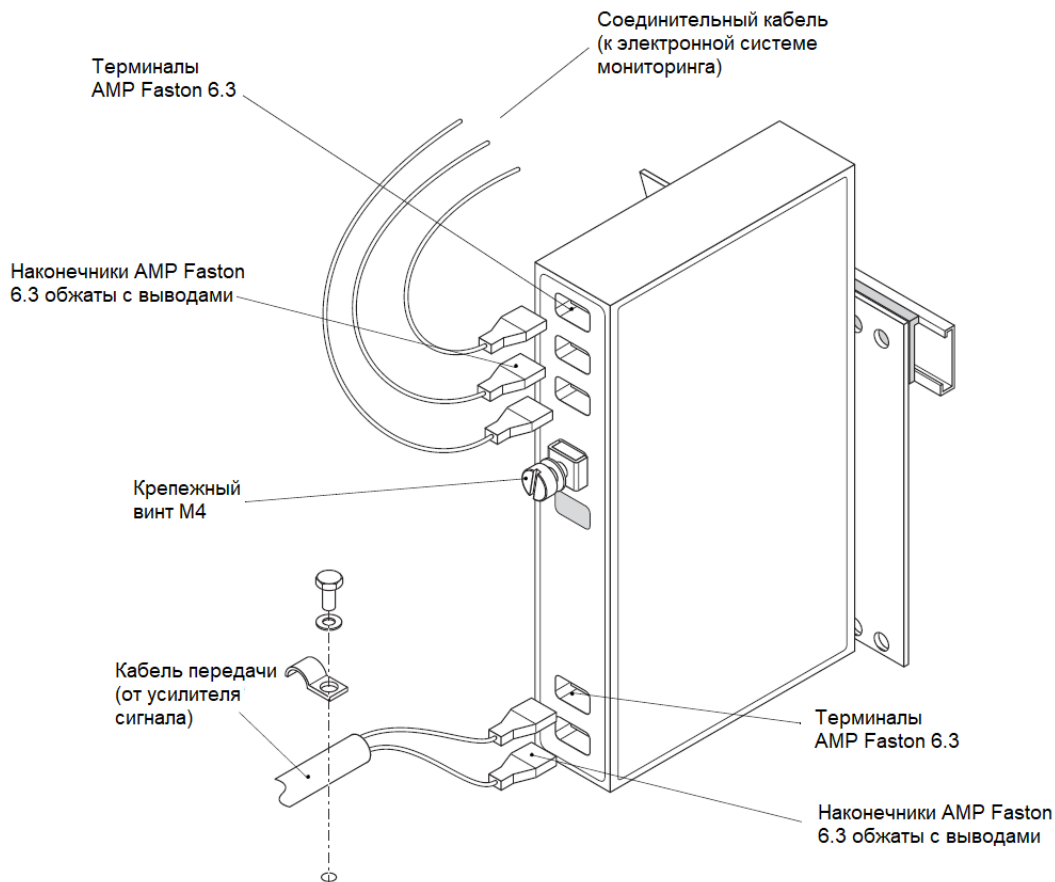
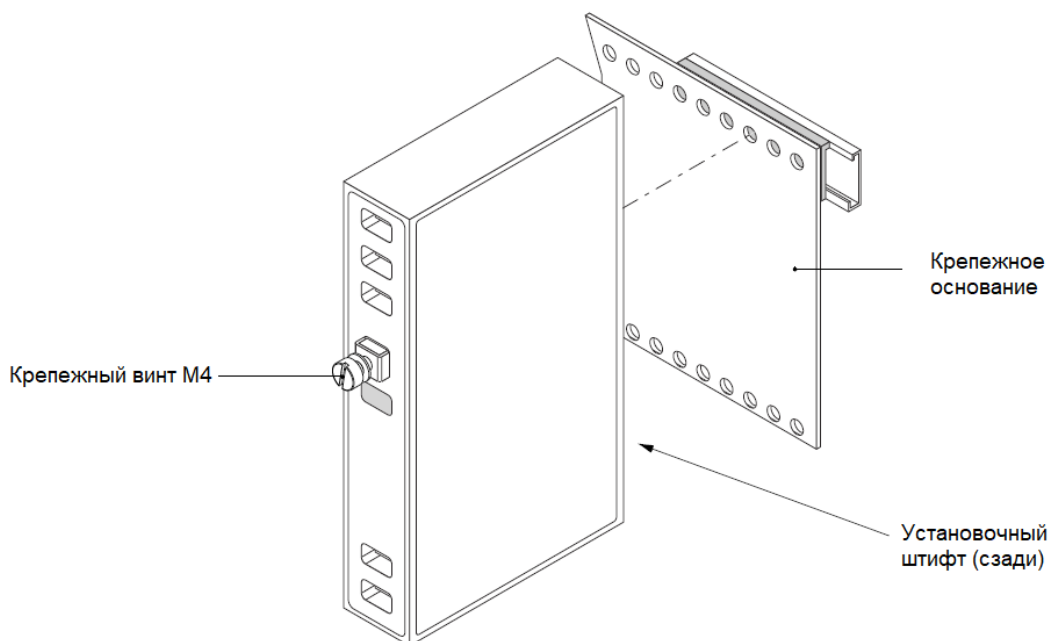

Рис. 5-4: Блок гальванической развязки GSI123
Рис. 5-5: Монтажная пластина, используемая в блоках гальванической развязки GSI123
Блок гальванической развязки GSI123 обычно монтируется в промышленном корпусе, стойке или шкафу. Это устройство обычно устанавливается на специальную монтажную пластину с помощью установочного штифта и крепежного винта (см. Рис. 5-5). Кабель передачи от схемы со стороны датчика и соединительный кабель со схемой со стороны монитора подключаются к GSI123 с помощью наконечников AMP Faston 6.3 (см. Рис. 5-4), которые прижимаются к проводам.
- 2- Определите каждый провод как для кабеля передачи со стороны датчика, так и для соединительного кабеля со стороны монитора, подключенного к GSI123. См. Рис. 5-4 и используйте таблицу 5-2 для записи количества и/или цвета каждого провода.
- 5- Крутите крепежный винт M4 до тех пор, пока GSI123 не будет отсоединен, и снимите монтажную пластину с DIN-рейки (см. Рис. 5-5).